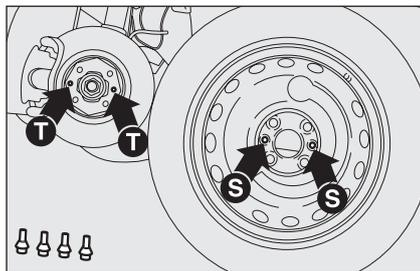

fig. 7
- montare il ruotino facendo coincidere i fori **S-fig. 7** con i relativi perni di centraggio **T**;
- montare la ruota di uso normale facendo coincidere i fori **S-fig. 7** con i relativi perni di centraggio **T**;